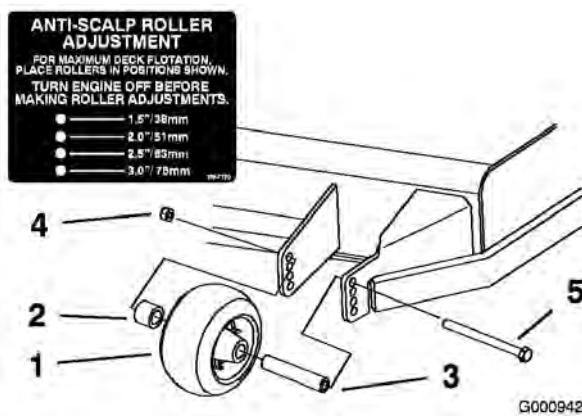
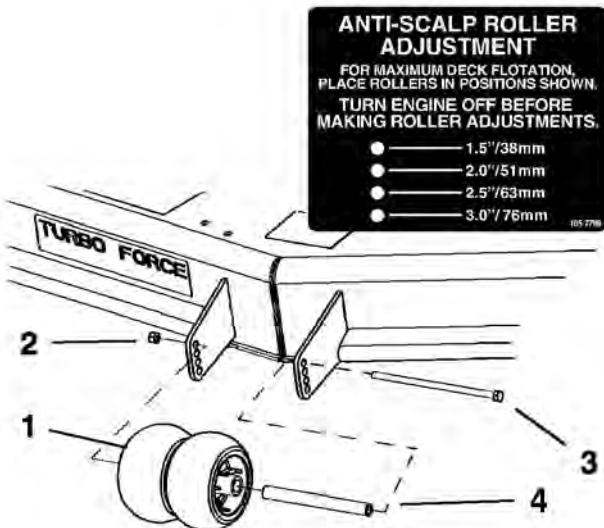

Figure 20
Figure 21
3. Après avoir réglé la hauteur de coupe, réglez les galets en retirant l'écrou à collet, la bague, l'entretoise et le boulon (Figure 20, Figure 21 et Figure 50).
Remarque: Les deux galets centraux ne sont pas munis d'entretoise (Figure 21).
5. Posez l'écrou à embase, la bague, l'entretoise et le boulon. Serrez à 54-61 Nm (40-45 pieds-livre) (Figure 20, Figure 21 et Figure 50).